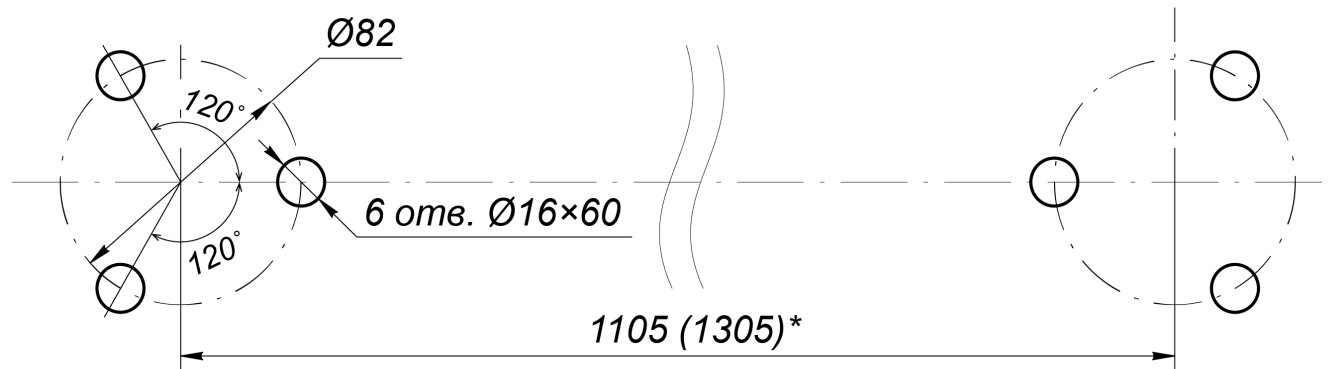

Рисунок 13. Схема разметки отверстий для установки поворотной секции ограждения с механическим УБ¹
2. Разметьте и просверлите отверстия на установочной поверхности под анкера М10 в соответствии со схемой разметки (см. рис. 13). Сначала размечаются центры установки стоек секции ограждения, затем от них размечаются точки крепления стоек, допускается использование в качестве шаблона непосредственно самих фланцев стоек.